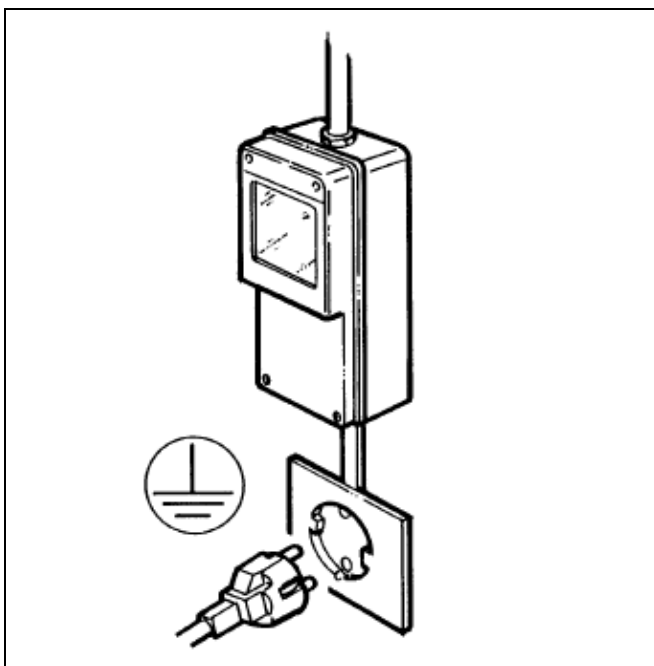

Fig. 12
- Accertarsi che il collegamento sia effettuato ad un impianto dotato di un efficace messa a terra come previsto dalle vigenti normative di sicurezza (fig.12). Il costruttore non può essere quindi considerato responsabile per eventuali danni causati dalla mancata messa a terra dell'impianto.
- E' indispensabile, per una corretta e sicura installazione, predisporre un'apposita presa comandata da un interruttore magnetotermico con distanza d'apertura dei contatti uguale o superiore a 3mm, conforme alle vigenti normative nazionali di sicurezza (fig.12).